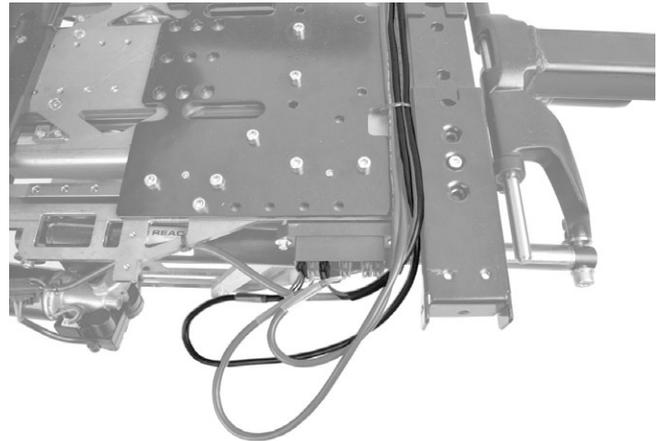

Abbildung 71. Die Verkabelung der AP Sitzhöhenverstellung ist am Kontaktblock im Sitzrahmen angeschlossen.
6. Kabel (1825769) entfernen, das die AP-Sitzhöhenverstellung am Kontaktblock im Sitzrahmen anschließt. Siehe Abbildung. 71. Kabel (1821531) entfernen, das das ICS Master Modul am Kontaktblock im Sitzrahmen anschließt. Siehe Abbildung. 71. Kabel von den Leitungshaltern am Sitzrahmen demontieren. Für spätere Montage beachten, wie die Kabel montiert sind.